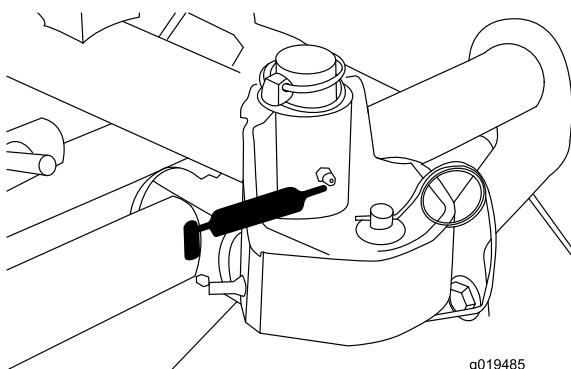

Figura 35
- Estrutura de suporte e articulação da unidade de corte (2) (Figura 35)